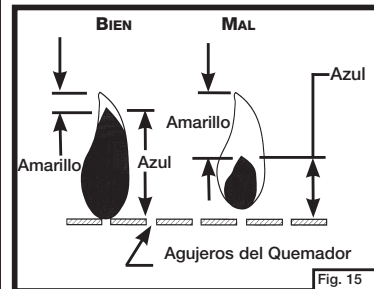

Fig. 15
- Una buena llama deberá ser azul con la punta un poco amarilla. Algunas puntas amarillas en las llamas son aceptables siempre y cuando no aparezcan depósitos de carbón o de hollín. (Fig. 15)
- A good flame should be blue with minimal yellow tip. Some yellow tips on flames are acceptable as long as no carbon or soot deposits appear. (Fig. 15)